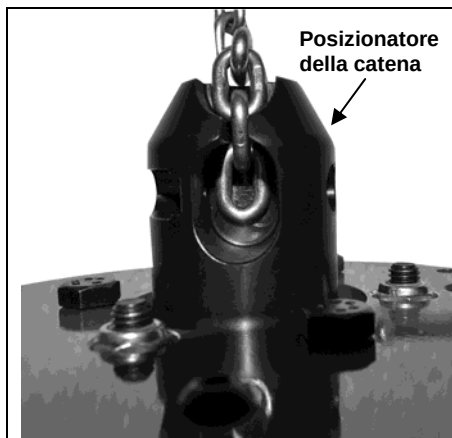

Figura 2-12
- 1) Posizionare la catena nel relativo posizionatore (Cfr. Figura 2-12).